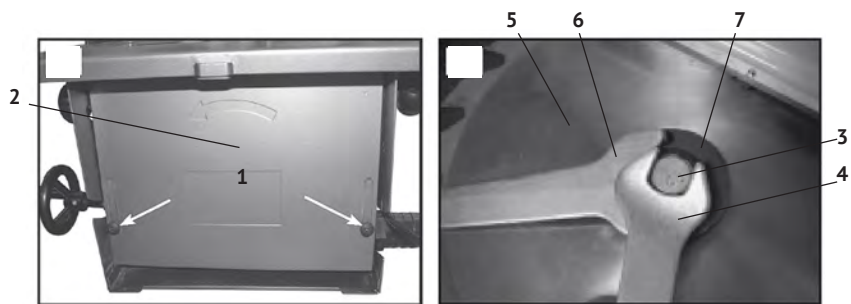

рис. 3
2.1.3 Установка пильного диска. Для установки (замены) диска (см. рис.3):
- открутив винты (рис.3 поз.1), снять боковую панель поворотного короба (рис.3 поз.2);
- зафиксировав ключом (рис.3 поз.6) вал якоря двигателя, открутить ключом (рис.3 поз.4) зажимную гайку (рис.3 поз.3);
- снять (при замене) с вала зажимной фланец (рис.3 поз.7) и пильный диск (рис.3 поз.5);